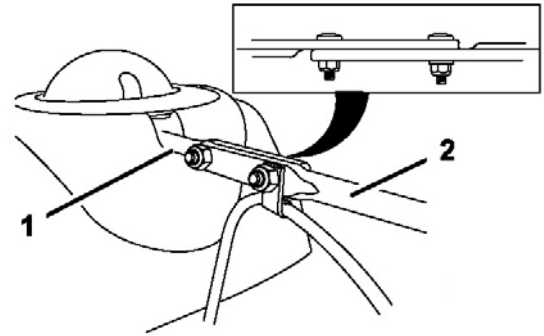

Рисунок 9.
3. Совместите плоский задний конец длинного штока управления выбросом с плоским передним концом короткого штока, который выступает с панели управления, чтобы они соединились (рис. 9).